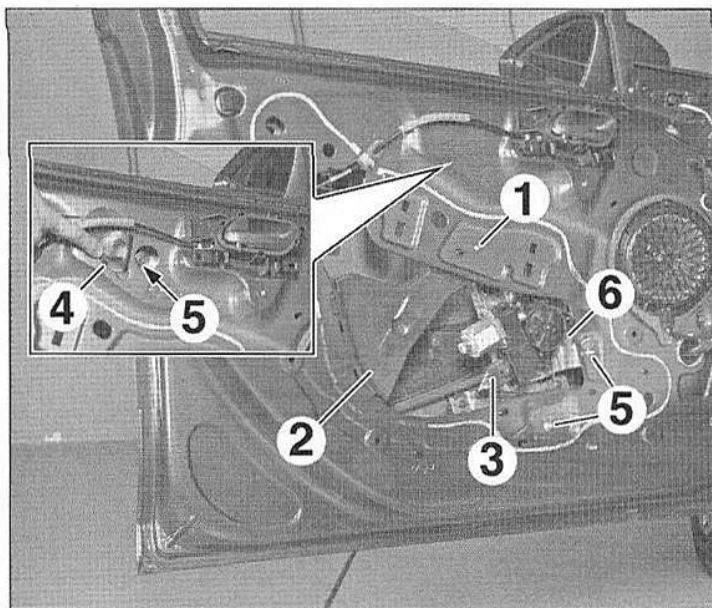

FIG.75
- Percer le rivet (1) à l'aide d'un foret de Ø 8 mm (Fig.75).
- Déposer l'absorbeur (2).
- Débrancher le connecteur (3).
- Ecarter l'obturateur (4).
- Desserrer les écrous (5).
- Déposer le mécanisme de lève-vitre de porte avant (6).